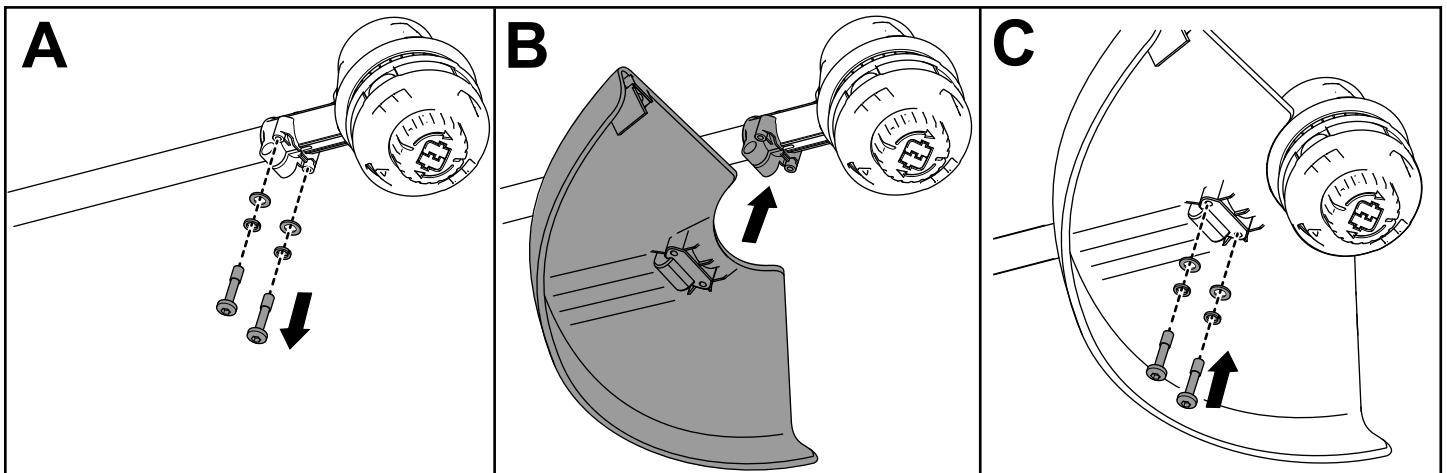

Figura 5
1. Usando la llave allen suministrada, retire los 2 tornillos allen, las 2 arandelas y los 2 espaciadores de la base de la desbrozadora (Figura 5, A).
2. Alinee el protector con la base de la desbrozadora (Figura 5, B).